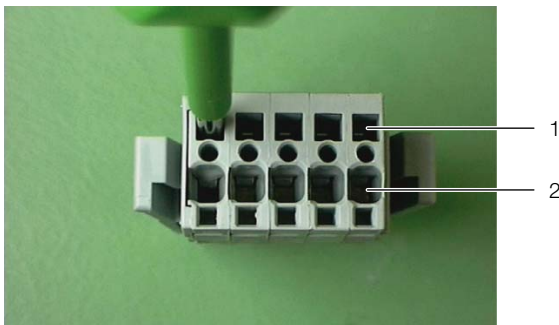

Imagen 80: Conector – parte posterior
- Introduce un destornillador adecuado (dimensiones 3,5 mm x 0,5 mm) en un resorte (imagen 80, pos. 1) y abre el borne correspondiente al punto de introducción del cable (imagen 80, pos. 2).